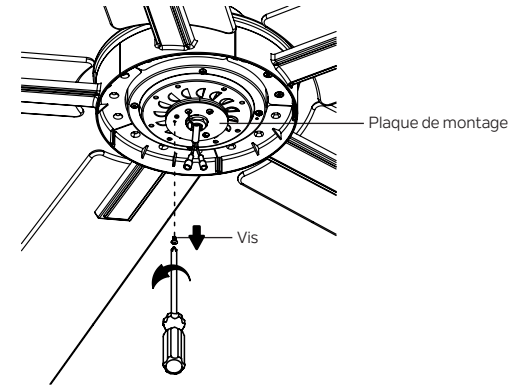

Fig. 20
**Étape 1.** Retirez la vis marquée d'une étiquette à points sur la plaque de montage et conservez-la pour une utilisation ultérieure. Desserrez les deux autres (ne les retirez pas). (Fig.20)